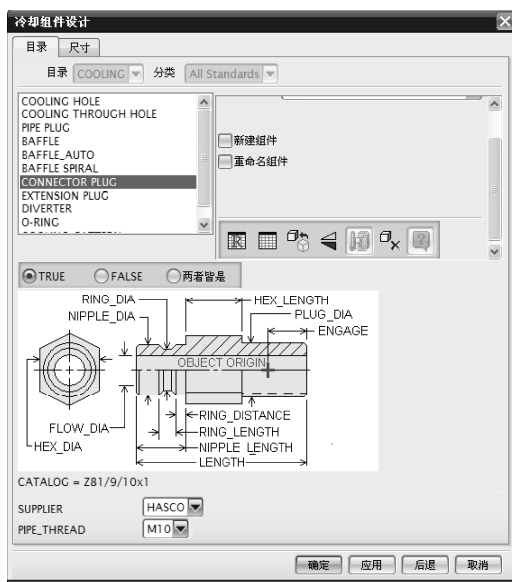
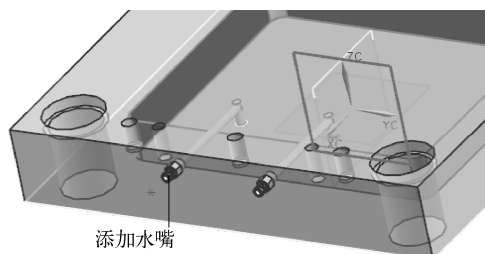

图 10-110 【冷却组件设计】对话框
图 10-111 添加水嘴
(10) 添加水嘴。单击模具冷却工具条中【冷却标准部件库】按钮, 弹出如图 10-110 所示【冷却组件设计】对话框。
(11) 在如图 10-110 所示【冷却组件设计】对话框的目录显示框中，选择【CONNECTOR PLUG】选项，在该对话框下部选择规格为 M10 的水嘴。
(12) 在如图 10-110 所示【冷却组件设计】对话框单击【应用】按钮，调入水嘴，并对水嘴重新定位，在 A 板冷却管道上添加如图 10-111 所示的水嘴。
(13) 运用【腔体】对话框，对冷却水管、O 型圈和水嘴进行建腔。至此，定模部分的冷却水道设计完毕。